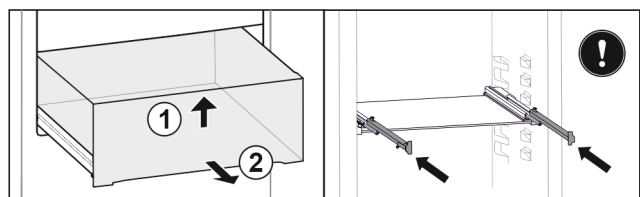

Fig. 27*
- ▶ Sollevare il cassetto sul lato anteriore Fig. 27 (1)*
- ▶ Rimuovere tirando in avanti Fig. 27 (2)*